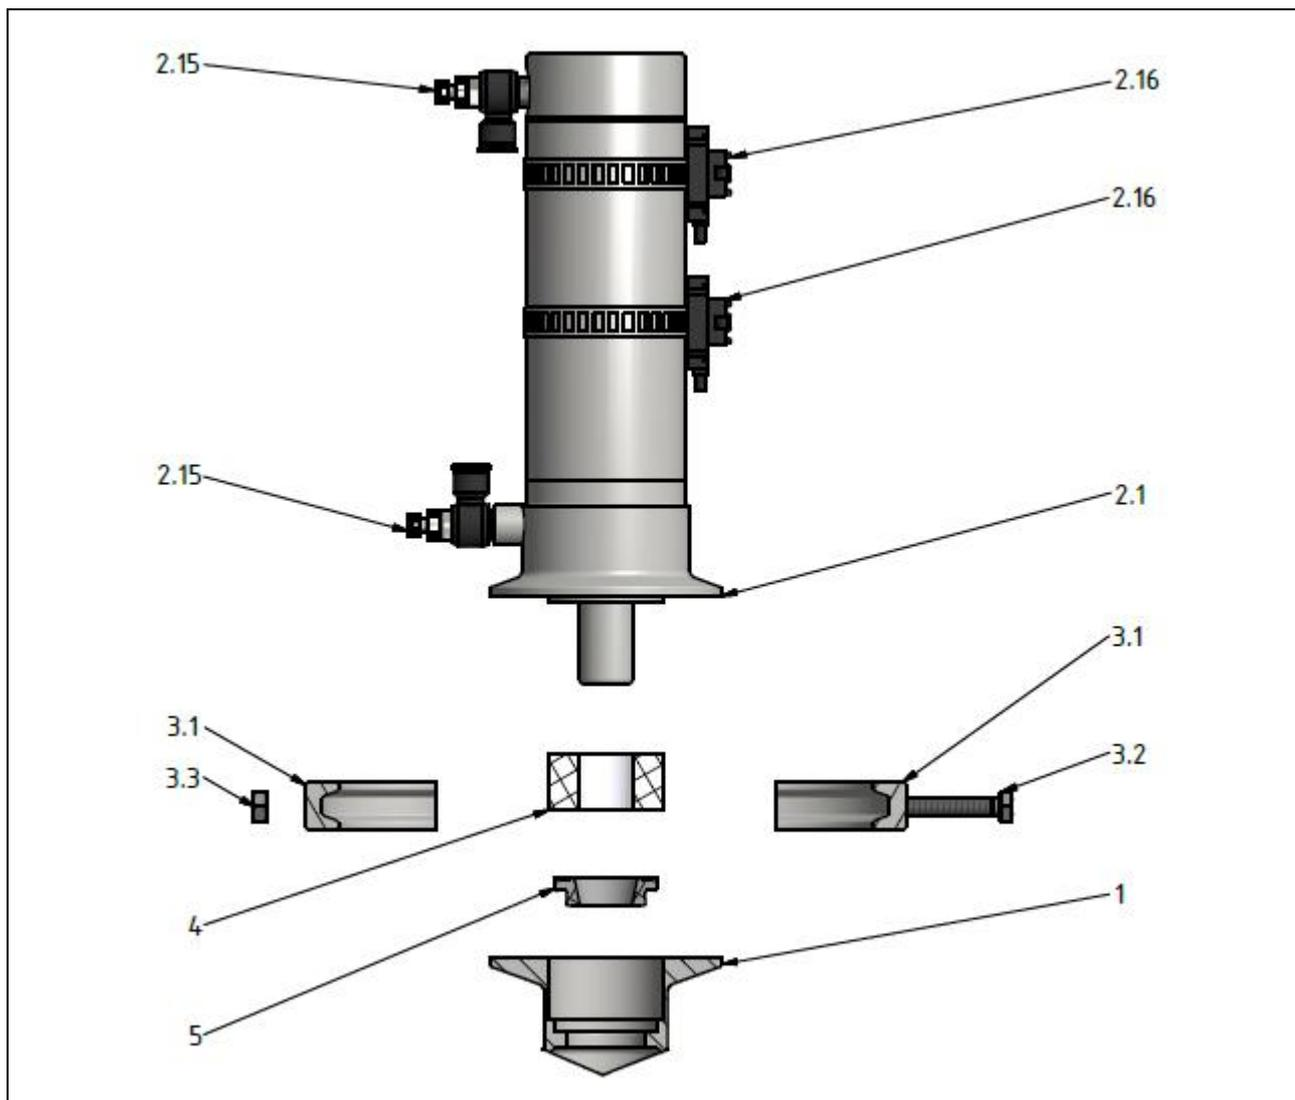

Abb. 6.2: Einsetzen und Austausch von Profildichtung und Gleitlager am Pneumatikzylinder
- Trennen Sie den Pneumatikzylinder von der Druckluftversorgung (Abb. 6.2, Pos. 2.15).
- Trennen Sie die elektrischen Anschlüsse von den Endlagensensoren (Abb. 6.2, Pos. 2.16).
- Lösen Sie die Schraubverbindungen und trennen Sie die Klammerhälften (Abb. 6.2, Pos. 3.1).
- Ziehen Sie den Pneumatikzylinder (Abb. 6.2, Pos. 2.1) aus dem Gehäuse (Abb. 6.2, Pos. 1).
- Entnehmen Sie das Gleitlager (Abb. 6.2, Pos. 4).
Entnehmen Sie die Profildichtung (Abb. 6.2, Pos. 5).
- Prüfen Sie die Profildichtung (Abb. 6.2, Pos. 5) auf Beschädigungen.
- Setzen Sie die Profildichtung (Abb. 6.2, Pos. 5) ein.
- Setzen Sie das Gleitlager (Abb. 6.2, Pos. 4) ein.
- Setzen Sie den Pneumatikzylinder (Abb. 6.2, Pos. 2.1) auf das Gehäuse (Abb. 6.2, Pos. 1) auf.
- Führen Sie die Klammerhälften (Abb. 6.2, Pos. 3.1) zusammen und befestigen Sie sie mit den Schrauben (Abb. 6.2, Pos. 3.2) und Muttern (Abb. 6.2, Pos. 3.3).
- Verbinden Sie die elektrischen Anschlüsse an den Endlagensensoren (Abb. 6.2, Pos. 2.16).
- Verbinden Sie die Druckluftversorgung (Abb. 6.2, Pos. 2.15) des Pneumatikzylinders.